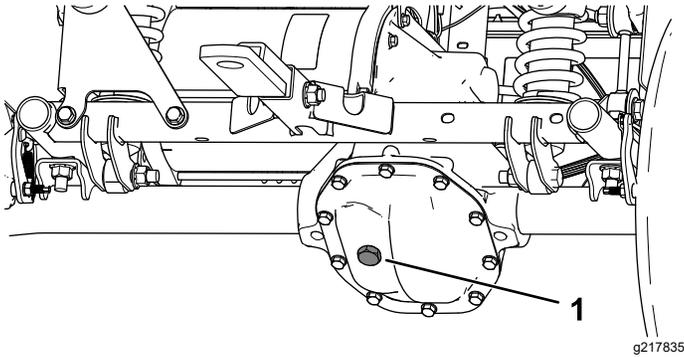

Bild 50
4. Entfernen Sie die Füllschraube am Getriebe (Bild 50).
4. Entfernen Sie die Füllschraube am Getriebe und füllen Sie das Getriebe mit Öl der angegebenen Sorte, bis es aus dem Füllloch ausläuft (Bild 50).
5. Wenn der Ölstand niedrig ist, nehmen Sie die Füllschraube ab und füllen Sie die angegebene Ölsorte ein, bis das Öl aus dem Loch ausläuft (Bild 50).